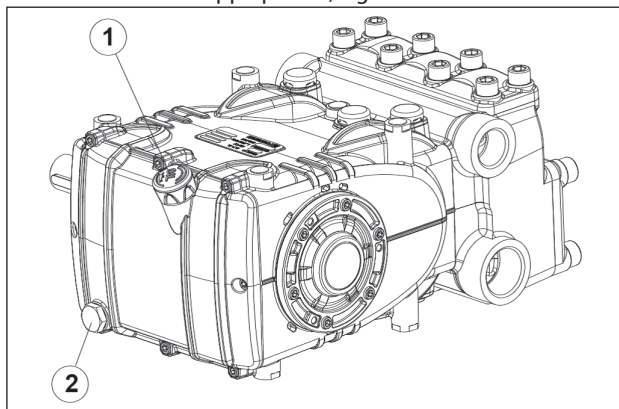

Fig. 1
Per togliere l'olio occorre rimuovere: l'asta livello olio pos. ① e successivamente il tappo pos. ②, Fig. 1.